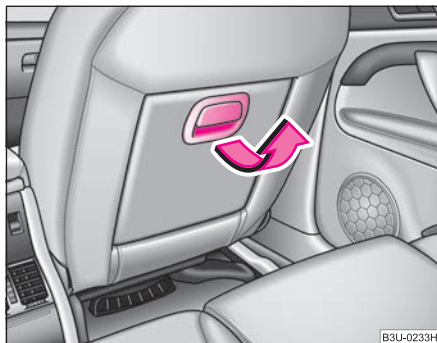

Fig. 59 Asiento del acompañante: parte central del respaldo abatible
- Tirar del tirador en el sentido de la flecha ⇒ fig. 59 y abatir hacia abajo la parte central del respaldo.